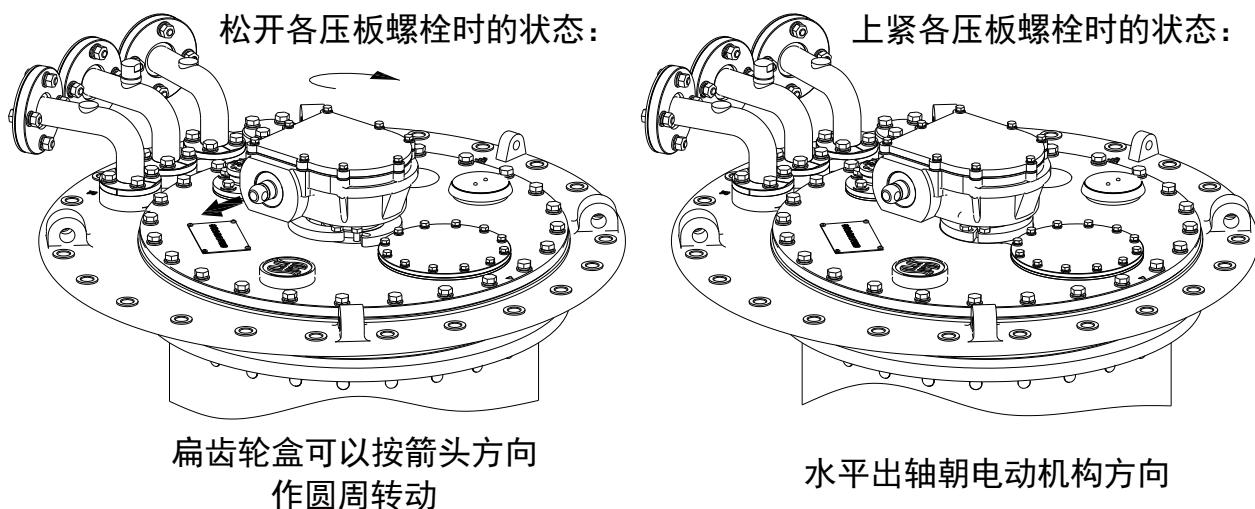

图 8-2 扁齿轮盒调整及固定示意图
3. 将三块压板复位，重新紧固 6 颗螺栓，确保扁齿轮盒安装牢固，无松动（见图 8-2）。